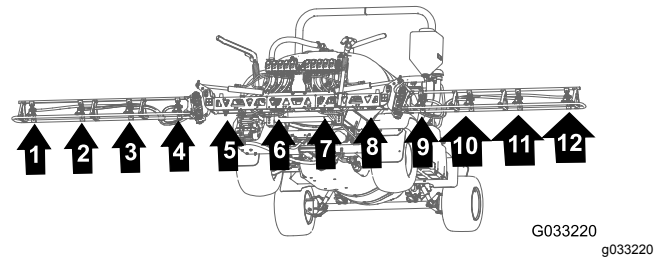

Bild 75
1. Verlegen Sie die Schläuche für die Sprühdüsen 1, 2, 3 und 4 durch die R-Klemme am linken äußeren Ende des mittleren Auslegerabschnitts (Bild 75 und Bild 76).
2. Verlegen Sie die Schläuche für die Sprühdüsen 7, 8, 9 und 10 durch die R-Klemme am rechten äußeren Ende des mittleren Auslegerabschnitts (Bild 75 und Bild 76).
3. Verlegen Sie die Zulaufschläuche (279 cm) und die gezahnten Schlauchschafte (3/4") entlang des Auslegerabschnitts zu den Sprühdüsen 1 und 10, wie in Bild 75 und Bild 76 abgebildet.
des Auslegerabschnitts zu den Sprühdüsen 2 und 9, wie in Bild 75 und Bild 76 abgebildet.
- Verlegen Sie die Zulaufschläuche (188 cm) und die gezahnten Schlauchschafte (3/4") entlang des Auslegerabschnitts zu den Sprühdüsen 3 und 8, wie in Bild 75 und Bild 76 abgebildet.
- Verlegen Sie die Zulaufschläuche (188 cm) und die gezahnten Schlauchschafte (3/4") entlang des Auslegerabschnitts zu den Sprühdüsen 4 und 7, wie in Bild 75 und Bild 76 abgebildet.